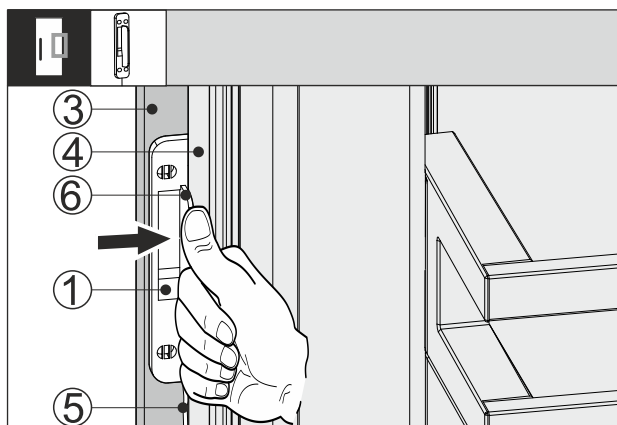

Fig. 66
- ▶ Nustumkite stuksenimo jutiklį Fig. 66 (1) tarp baldo priekio Fig. 66 (3) ir prietaiso durų Fig. 66 (4), kad kabelis Fig. 66 (5) būtų šiek tiek įtemptas. Stuksenimo jutiklio atrama Fig. 66 (6) priglunda prie prietaiso durų Fig. 66 (4).
- ▶ Prispauskite stuksenimo jutiklį Fig. 66 (1) prie baldo priekio Fig. 66 (3).
- ▷ Stuksenimo jutiklis Fig. 66 (1) priklijuotas. Priklijavus stuksenimo jutiklį, optimizuojamas stuksenimo signalo perdavimas.
Nuolatinei užfiksavus stuksenimo jutiklį Fig. 66 (1), ilgėja eksploataavimo trukmė.
- ▶ Prisukite stuksenimo jutiklį Fig. 66 (1) komplektacijoje esančiais varžtais prie baldo priekio Fig. 66 (3).